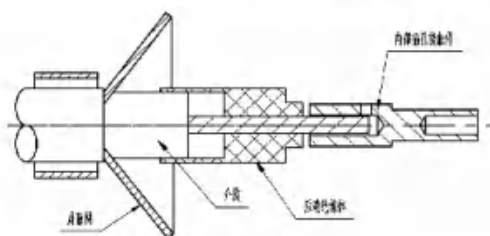
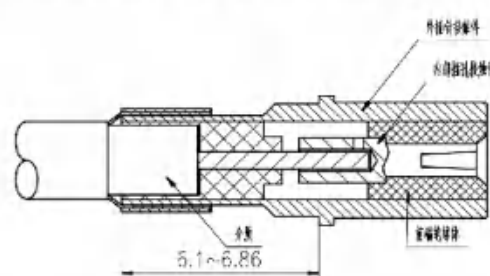
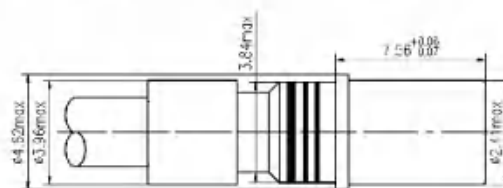

图 4.2-3
图 4.2-4
图 4.2-5
⑤如图 4.2-4 所示, 将图 4.2-3 内部组件装入外插针接触件至电缆屏蔽网, 直到内插孔接触件完全安装好。
⑥屏蔽网压接套管向前, 保证 6.1 ~ 6.8mm 的尺寸。剪去屏蔽网压接套管的前端多余的屏蔽网。
⑦按图 4.2-5, 使用表 3 规定的压接工具 M22520/31-01 工具和 M22520/31-02 定位器压拉压接套: 压接一次, 将接触件旋转 45° 再压接一次。第二次压接, 屏蔽压接套的直径必须不大于 3.96。